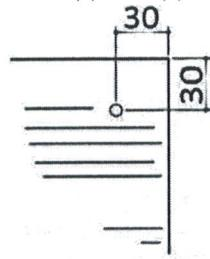

Рисунок 5
8.6 Предварительно, перед креплением сайдинга следует произвести высверливание отверстий, диаметр которых должен превышать диаметр крепежного элемента. Расстояние отверстий от края сайдинга должно быть не менее 30 мм (рисунок 5).